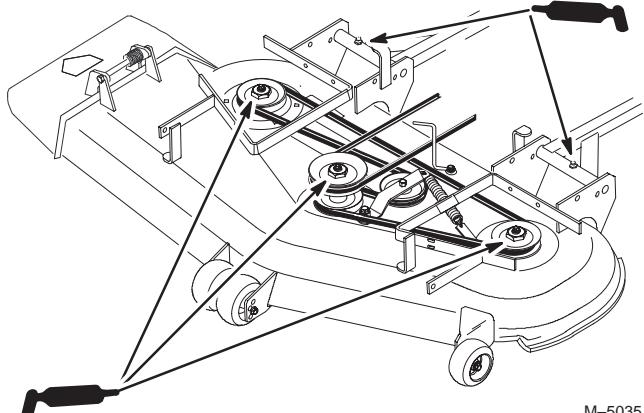

Figure 46
2. Lubrifiez les graisseurs des roulements des trois axes jusqu'à ce que la graisse sorte par les joints inférieurs (Fig. 46).
3. Lubrifiez les graisseurs des bras de poussée (Fig. 46).